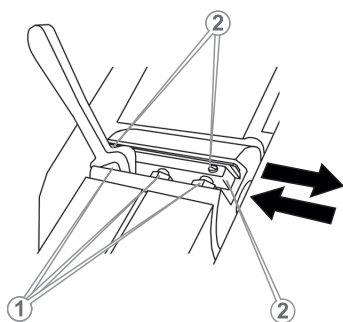

Рисунок 2. Схема заміни лез ножового блоку.
Послабити ключем (1, рис. 2) гвинти (2, рис. 2) фіксації леза у барабані, після цього витягнути планку фіксації і лезо із паза барабана (рис. 2).
3. Після регулювання положення лез зафіксувати їх за допомогою гвинтів (2, Рис. 2).